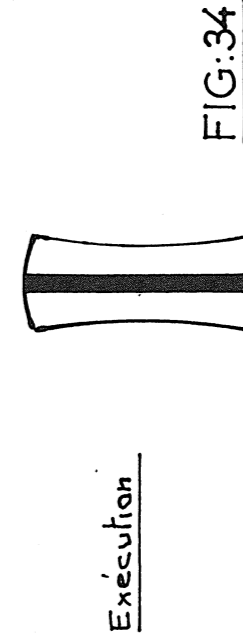

FIG:34
- 3) un signal de relevage de panto en 1500 V, par exemple après la section de séparation (fig. 34).